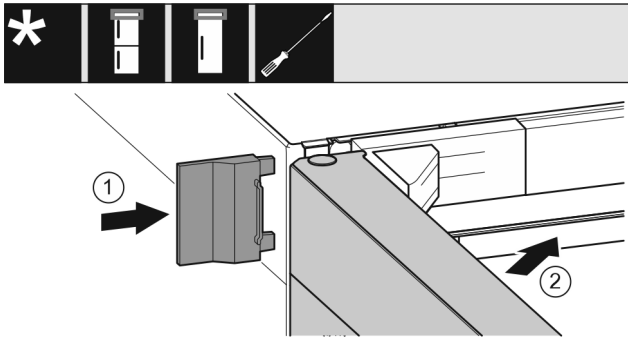

Fig. 66
- ▶ Äußere Abdeckung Fig. 66 (1) aufschieben.
- ▶ Obere Tür Fig. 66 (2) schließen.